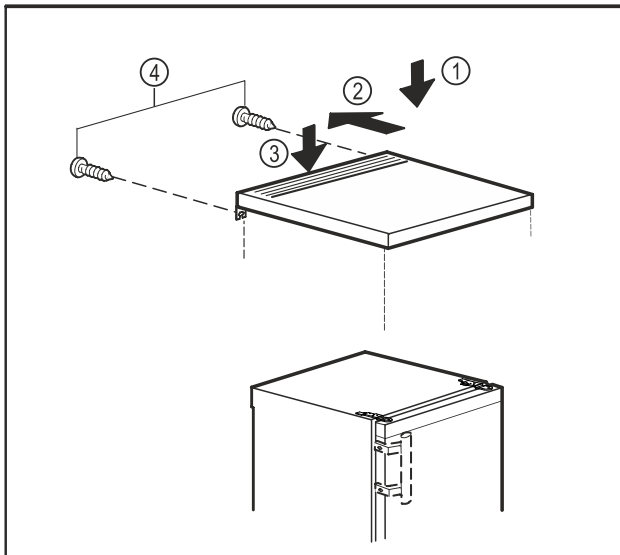

Fig. 10
- ▶ Поставете плота на масата върху уреда. Fig. 10 (1)
- ▶ Преместете плота на масата назад. Fig. 10 (2)
- ▶ Натиснете надолу плота на масата. Fig. 10 (3)
- ▶ Затегнете винтовете от задната страна. Fig. 10 (4)